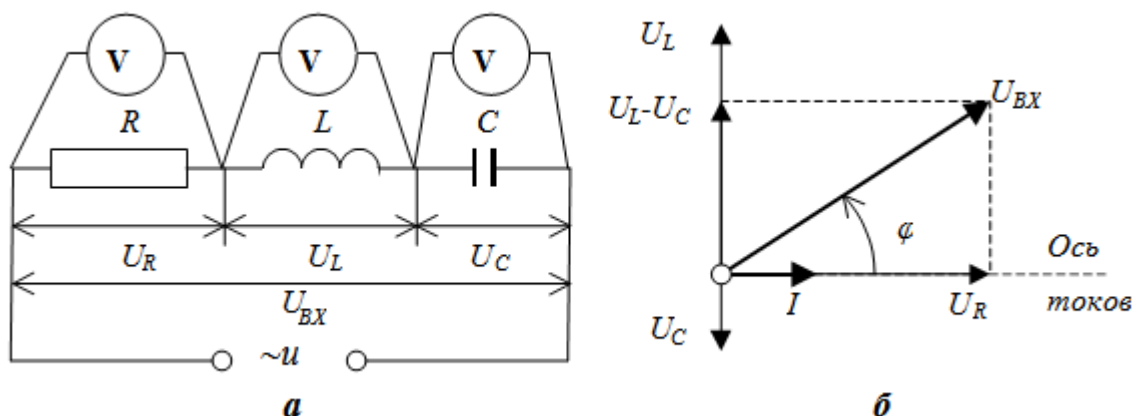

Рис. 5.
4. Рассмотрим электрическую цепь с сосредоточенными параметрами R, L, C (рис. 5,а). Под действием переменного напряжения U_{BX} в цепи установится переменный ток I ,
5. Находят векторную сумму всех напряжений, получается вектор U_{BX} . Видно, что ток в цепи I не совпадает по фазе с приложенным к ней напряжением U_{BX} (рис. 5, б). φ – *разность фаз* тока и напряжения (по-другому, *сдвиг фаз* между током и напряжением).
Разность между фазой тока и фазой напряжения (сдвиг фаз) зависит от активного и реактивного сопротивлений. Из рис. 5,б следует, что